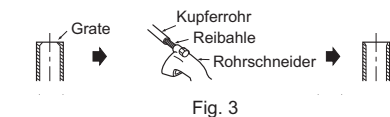

Fig. 3
- Achten Sie bitte beim Anschließen des Ablaufschlauchs an das Hart-PVC-Rohr darauf, den Schlauch fest und sicher in das Rohr einzusetzen. (Fig. 3)
- 4) Bringen Sie die Ablasskappe in dem Bereich an der Rückseite des Innengerätes an, an dem der Ablaufschlauch angeschlossen werden soll. (Fig. 3)
- Entfernen Sie sorgfältig alle Grate vom abgeschnittenen Rohrquerschnitt. (Fig. 3)